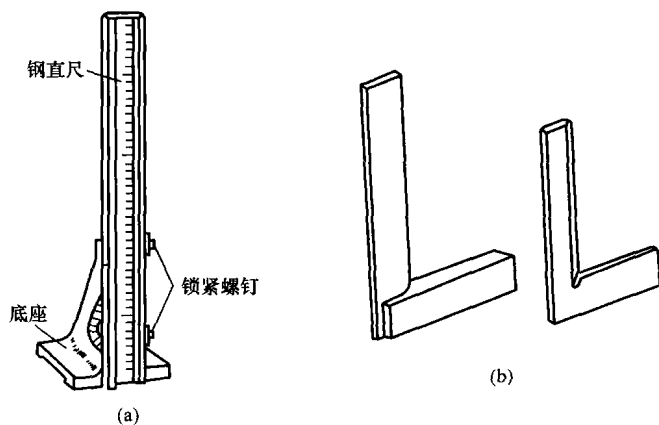

图 1-18 高度尺和 90° 角尺
(5) 90° 角尺和高度尺。如图 1-18 所示，高度尺和 90° 角尺用来检测工件的高度、直角度。例如攻螺纹时，要求丝锥与工件表面垂直，可用 90° 角尺检查。